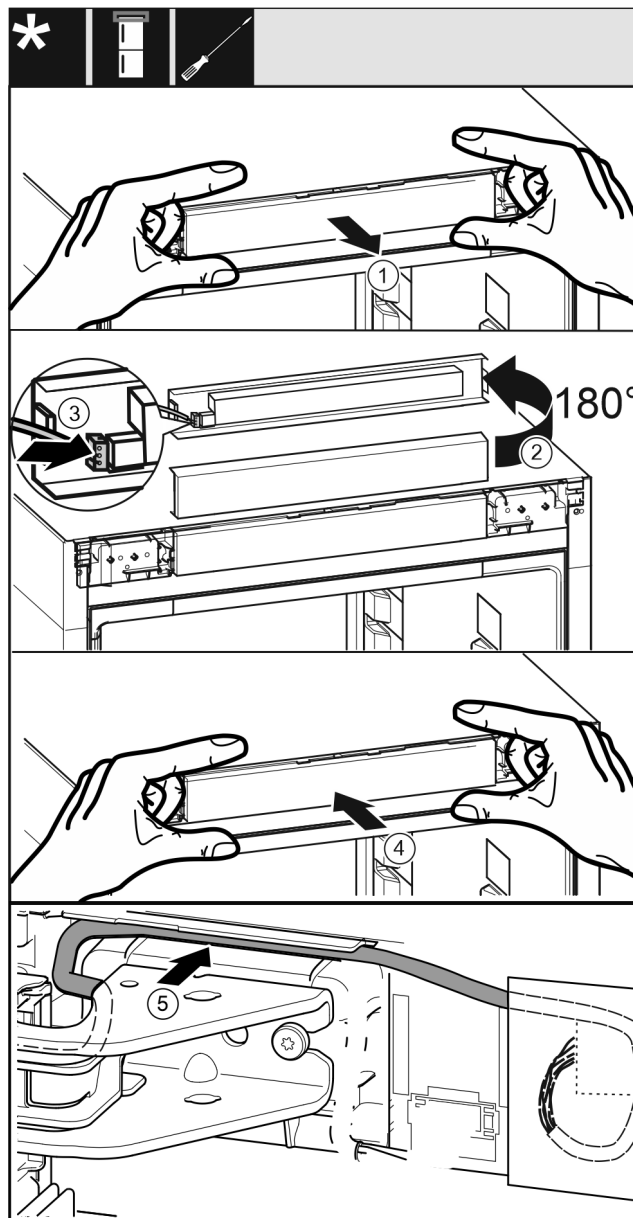

Fig. 40
- Nxirrni jashtë me kujdes panelin mbulues të komandimit Fig. 40 (1).
- Rrotulloni panelin mbulues të komandimit Fig. 40 (2) me 180° për lart.
- Mbërtheni spinën Fig. 40 (3) në panelin mbulues të komandimit.
- Mbërtheni sërish në pajisje panelin mbulues të komandimit Fig. 40 (4).
- Shtroni me kujdes kabllon Fig. 40 (5) në udhëzuesin mbi bazamentin mbështetës lart.